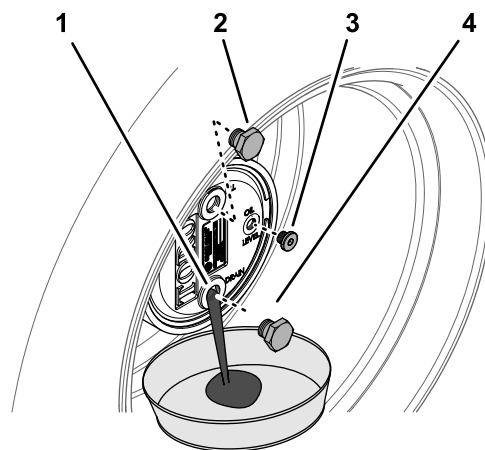

Bild 74
2. Entfernen Sie die Füllschraube, die auf 12 Uhr steht, und die Prüfschraube, die auf 3 Uhr steht (Bild 74).
3. Stellen Sie eine Auffangwanne unter die Nabe des Planetengetriebes, entfernen Sie die Ablassschraube, die auf 6 Uhr steht, und lassen das Öl vollständig ablaufen (Bild 74).
5. Setzen Sie die Ablassschraube in das Ablassloch des Planetengetriebegehäuses ein (Bild 74).